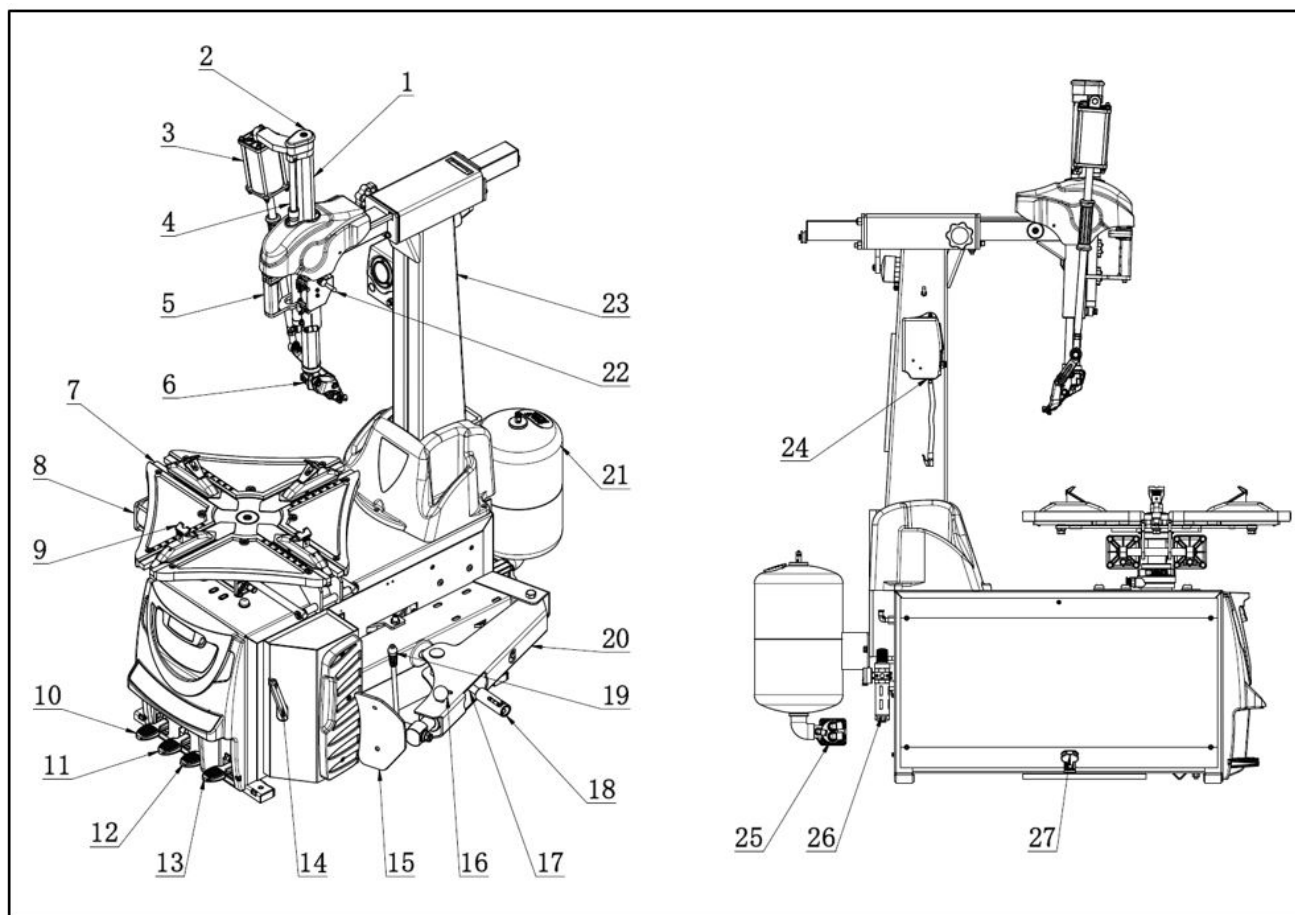

FIG3
4.1.2 Åbn kassen og kontroller alle delene ifølge "Tilbehørsindholdet" og FIG3. Rengør delene og forbered installation som vist i FIG4, og klargør nødvendigt værktøj.